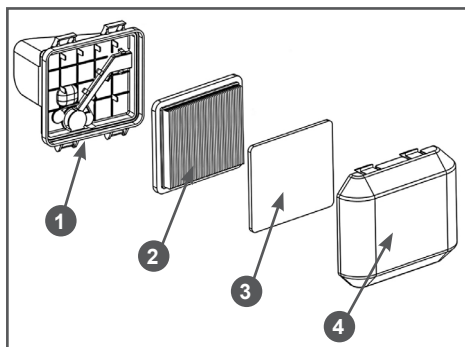

Рис. 22 Обслуживание воздушного фильтра
- Установите крышку-щуп в отверстие маслосливной горловины, не закручивая ее. Аккуратно вытащите щуп и осмотрите его. Уровень масла должен соответствовать верхней отметке 2 на щупе (Рис. 22). При недостаточном уровне масла в картере необходимо долить масло до верхней отметки на щупе. Не допускайте перелива или превышения максимального уровня масла в картере двигателя.
- Нажмите на фиксаторы и снимите крышку 4 воздушного фильтра (Рис. 22).
- Извлеките из крышки воздушного фильтра предварительный фильтрующий элемент 3 (Рис. 22).
3. Извлеките основной фильтрующий элемент 2 (Рис. 22).